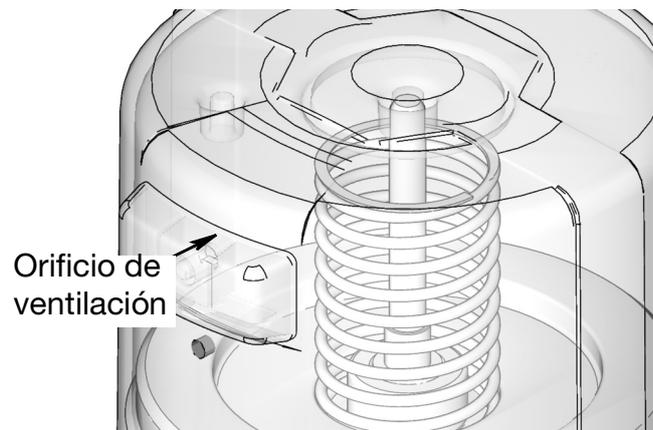

FIG. 13
3. Llene el depósito con grasa hasta que la junta del plato seguidor sobrepase el orificio de ventilación (FIG. 13) y se haya expulsado la mayor parte de aire del depósito.